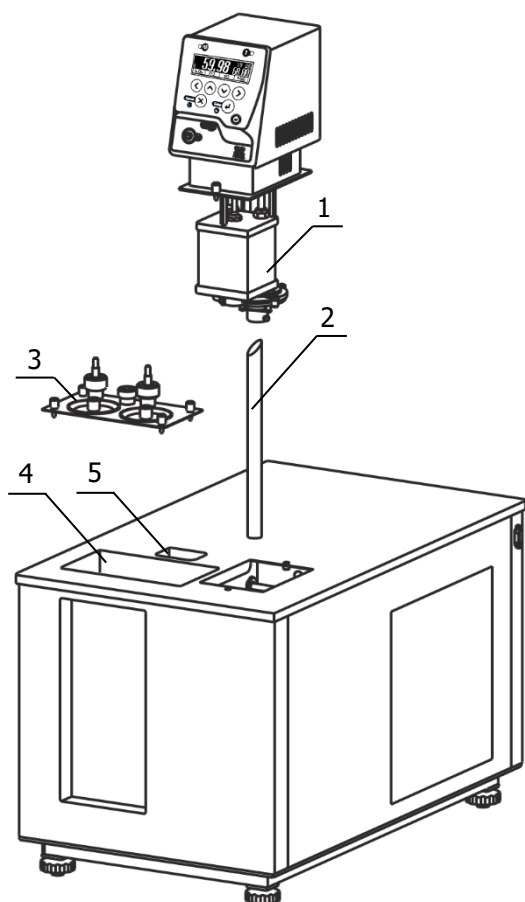
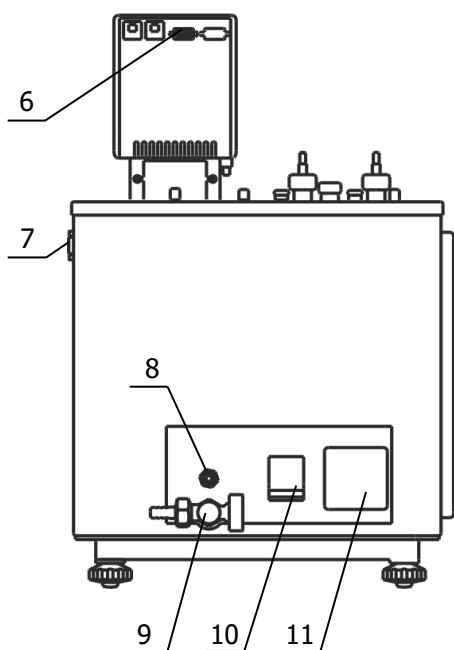

Рисунок 3 — Установка блока регулирования температуры
Рисунок 4 — Задняя панель термостата
2.2.3 Вставить выходную трубку 2 (рисунок 3) в переходное отверстие на дне основной ванны термостата коническим концом вверх, как показано на рисунке 3.
2.2.5 К переливному штуцеру 8 (рисунок 4) присоединить гибкий шланг, второй конец которого опустить в емкость для сбора излишков теплоносителя объемом 1.5–2 л.
2.2.6 Заполнить ванну термостата теплоносителем через отверстие над рабочей ванной 4 (рисунок 3) до момента начала слива теплоносителя из штуцера 8 (рисунок 4). Температурный диапазон применения теплоносителя должен соответствовать значениям, указанным в 1.2.6.
2.2.7 Вставить вилку сетевого кабеля блока регулирования в розетку 11 (рисунок 4). Соединить кабелем из комплекта поставки блок регулирования температуры (разъем 6) и холодильную машину (разъем 7). Сетевой кабель термостата подключить к питающей сети. Для этого в лабораторном помещении должна быть установлена электрическая розетка из комплекта поставки термостата.
2.2.9 При первом запуске термостата необходимо включить блок регулирования в режиме прокачки в соответствии с документом ТКЛШ 3.222.009-03 РЭ «Блоки регулирования температуры погружные циркуляционные М03, М03М серии МАСТЕР». При работе циркуляционного насоса уровень теплоносителя в рабочей ванне поднимается, и теплоноситель начинает равномерно переливаться в основную ванну. При этом уровень теплоносителя в основной ванне падает, что может привести к срабатыванию защиты от недостаточного уровня теплоносителя. Дольвать теплоноситель следует до момента начала слива из переливного штуцера 8 (рисунок 4).
Причина отсутствия перелива — неправильная работа насоса, вызванная воздушной пробкой, образовавшейся в резервуаре 1 (рисунок 3). Для ее устранения необходимо:
2.4.2 Надеть сливной шланг из комплекта поставки на кран 9 (рисунок 4) и закрепить его хомутом. Свободный конец шланга опустить в емкость для сбора теплоносителя объемом, превышающим объем термостата.